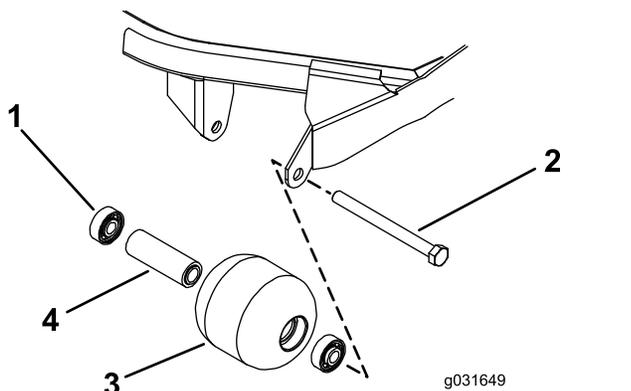

Рисунок 75
- Снимите болт крепления валика (Рисунок 75).
- Осмотрите корпус, подшипники и распорную втулку подшипника валика на наличие повреждений (Рисунок 75).
- Нажимая только на наружное кольцо или с одинаковым усилием на внутреннее и наружное кольцо, запрессуйте первый подшипник в корпус валика (Рисунок 75).
- Вставьте втулку подшипника (Рисунок 75).
- Нажимая только на наружное кольцо или с одинаковым усилием на внутреннее и наружное кольцо, запрессуйте второй подшипник в корпус валика до его контакта с распорной втулкой (Рисунок 75).